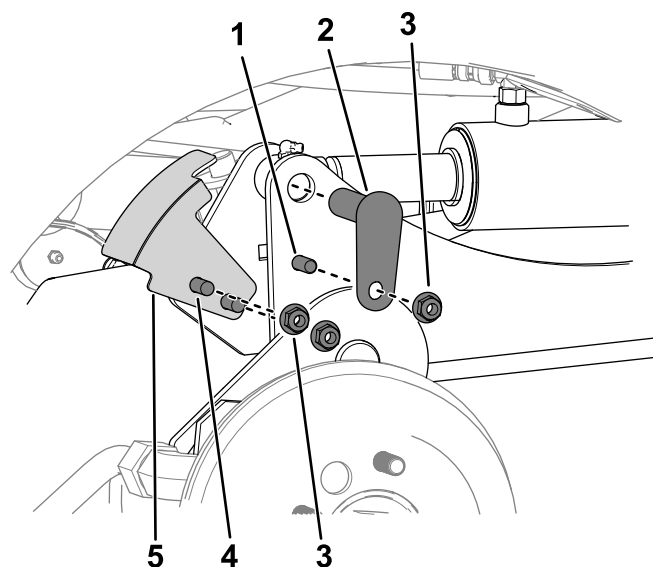

図3
- B. センサーブラケットを右昇降アームに固定しているキャリッジボルト2本とナット $\frac{3}{8}$ "2個を外す **図3**。
- C. 昇降アームをシリンダに固定しているボルト $\frac{3}{8}$ x $1\frac{1}{4}$ "2本、ナット $\frac{3}{8}$ "2個、小さいピン2本を外す **図3**。